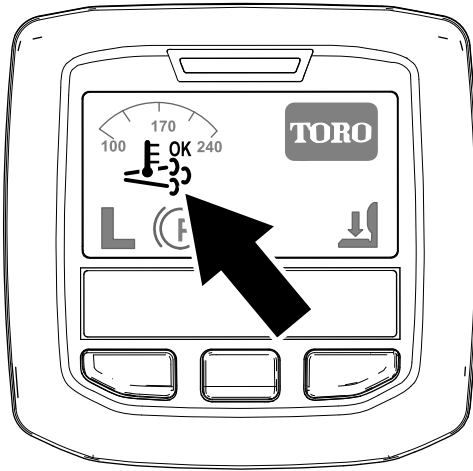

Bild 45
- Das Symbol für die unterstützte bzw. Rücksetzen-Regenerierung im InfoCenter angezeigt (Bild 45).